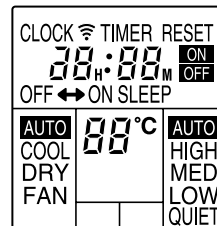

Рис. 8
⑳ Дисплей пульта дистанционного управления (Рис. 8)
- ⑳ Индикатор передачи